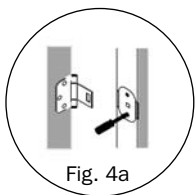

Fig. 4a
4. De 2 yderste dørplader monteres på karmhængslerne (fig. 4) ved at hængselskruerne løsnes i dørpladen (fig. 4a). Dørbladen skubbes ind over hængselsdelen på karmen, hvorefter hængselskruerne spændes igen. Ved dørplader monteret med plasthængsler skal der sættes en ekstra skrue i det midterste hul (fig. 4b).